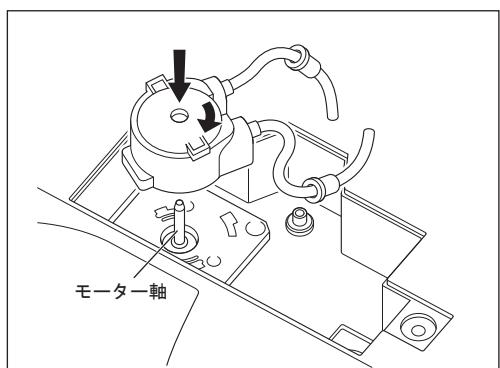

図57
- 7) 新しい注水ポンプ（別売品）をモーター軸にゆっくり挿し込み、右に「カチッ」と音がするまで回し、取り付けます（図57）。